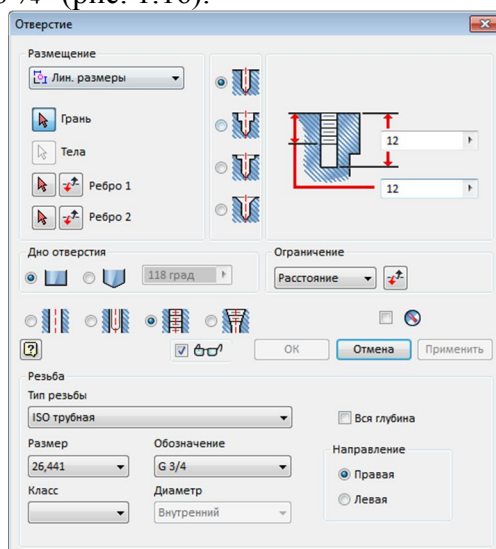
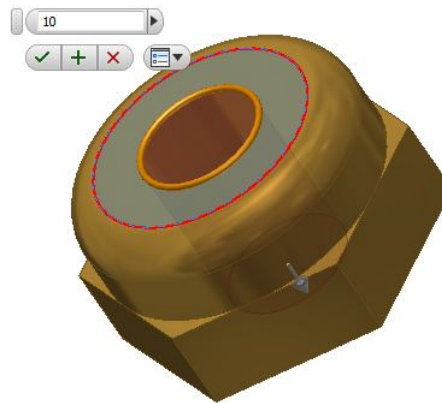

Рис. 1.16. Диалоговое окно «Отверстие»
Рис. 2.6. Построение концентричного сквозного отверстия
12. Постройте отверстие с резьбой $\frac{3}{4}$ " и глубиной 12 мм с обоих концов объекта. Выберите команду «Отверстие» . Установите в диалоговом окне «Отверстие» вариант «Резбовое отверстие», дно плоское. Длину резьбы и отверстия равными 12 мм, а резьбу выберите трубную $\frac{3}{4}$ " (рис. 1.16).
5. С помощью команды «Отверстие»  постройте сквозное отверстие без резьбы. Необходимые параметры введите в диалоговое окно «Отверстие» (рис. 1.16). Задайте диаметр 10 мм. Расположите отверстие на верхней грани цилиндра в режиме «Концентрично» (рис. 2.6.).